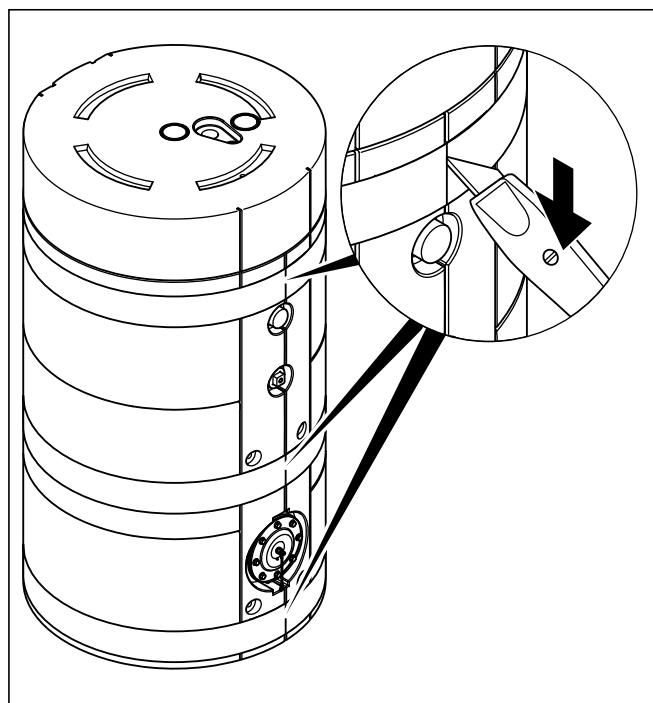

Afb. 4.9 Mantel met schroefklem bevestigen
- Draai aan de achterkant van de boiler eerst aan een kant de twee kunststof vastzetschroeven (1) van de metalen lijst (bij met een munt) uit.
- Neem de mantel aan de metalen lijst vast en ga hiermee rond de boiler zodat u de mantel links druppelvormig in de hand houdt (→ **afb. 4.9**).